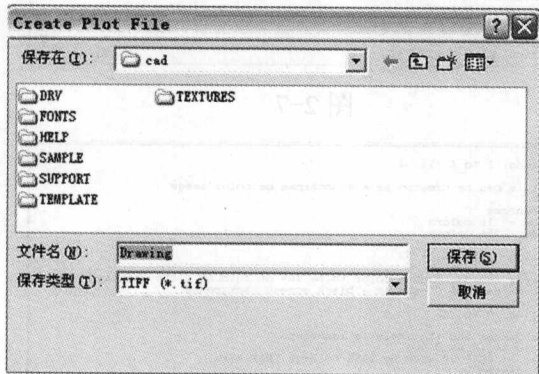

图 2-14
(11) 在“Print/Plot Configuration”对话框中,单击“File Name”按钮,弹出如图 2-14 所示的“Create Plot File”对话框,然后在该对话框中输入要输出图像的名称“Drawing”,然后单击“保存”按钮,退出该对话框,系统运算后,图像输出操作完成,关闭 AutoCAD R14。